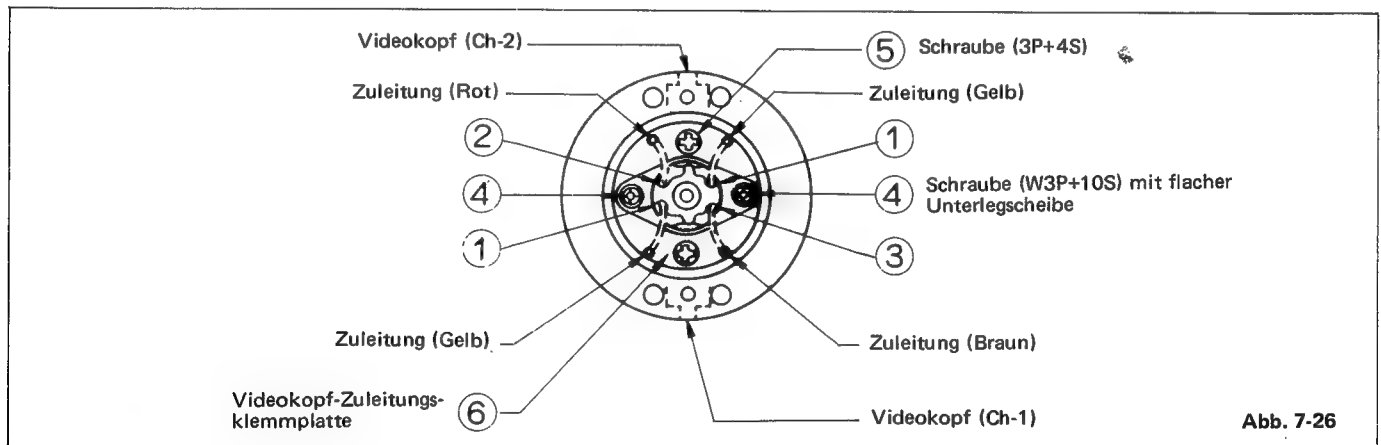

Abb. 7-26
- 1) Wie in Abb. 7-26 dargestellt, setzt man die Austausch-trommel ein, wobei man auf korrekte Position der entsprechenden Zuleitungen achtet.